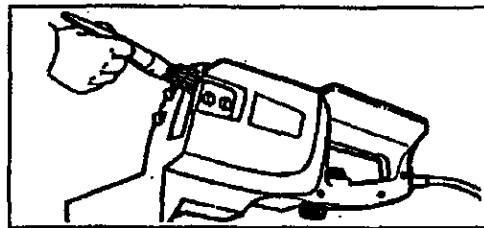

Figura 30
- Elimine todo el serrín y el aceite de la rueda de espigas y del área de montaje de la barra de corte. Figura 30.